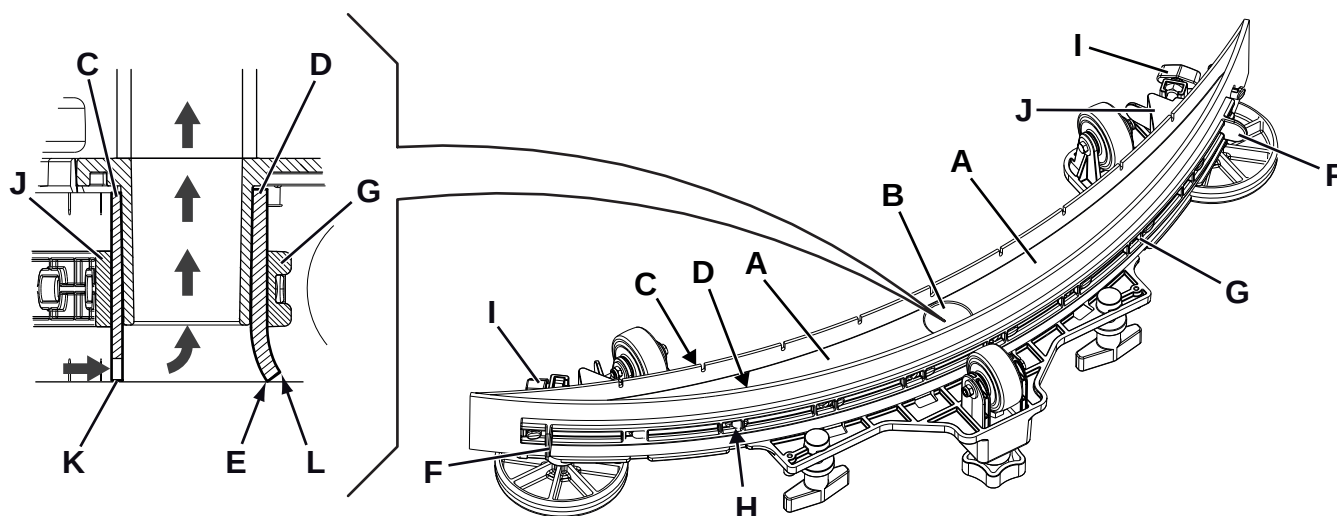

Abbildung 11
2. Sicherstellen, dass das Gerät ausgeschaltet und der Bedienerschlüssel (41) herausgezogen wurde.
3. Sterngriffe (14) lösen und Sauglippe (29) abnehmen.
4. Sauglippe abspülen und reinigen. Besonders den Schmutz und Abfälle von den Räumen (A, Abb. 11) und der Öffnung (B) beseitigen. Überprüfen, ob der vordere (C) und der hintere Gummi (D) unversehrt sind und keine Schnitten oder Risse aufweisen, gegebenenfalls wie im folgenden Abschnitt beschrieben austauschen.
2. Überprüfen, ob der vordere (C, Abb. 11) und der hintere Gummi (D) unversehrt sind und keine Schnitten oder Risse aufweisen, gegebenenfalls wie folgt austauschen. Überprüfen, ob die Vorderkante (E) des hinteren Gummis verschlissen ist. Gegebenenfalls Gummi umdrehen und eine der drei unversehrten Kanten als Vorderkante verwenden. Wenn auch die anderen drei Kanten abgenutzt sind, das Gummi wie folgt ersetzen:
- Mit der Lasche (F) das elastische Band (G) aus den Haltevorrichtungen (H) nehmen und entfernen, dann den hinteren Gummi (D) auswechseln/umdrehen.
- Sterngriffe (I) aufdrehen, Band (J) abnehmen und vorderen Gummi (C) austauschen/umdrehen.
3. Sauglippe (29) montieren und Sterngriffe (14) festdrehen.
- Überprüfen, ob das Ende (K) des vorderen Gummis (C) und das Ende (L) des hinteren Gummis (D) wie in der Abbildung gezeigt aufliegen.
- Zur Einstellung den Knopf (15) verwenden.